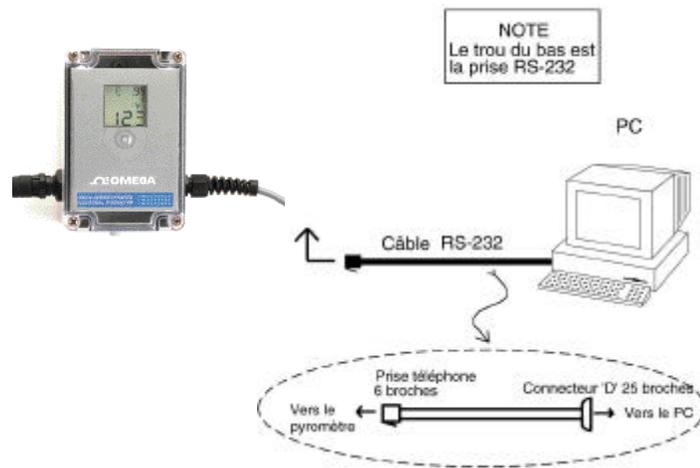

Figure 3-11. Branchement avec un PC.
- Branchez le câble RS-232 entre le pyromètre et le port série du PC comme indiqué ci-dessous sur la Figure 3-11.)